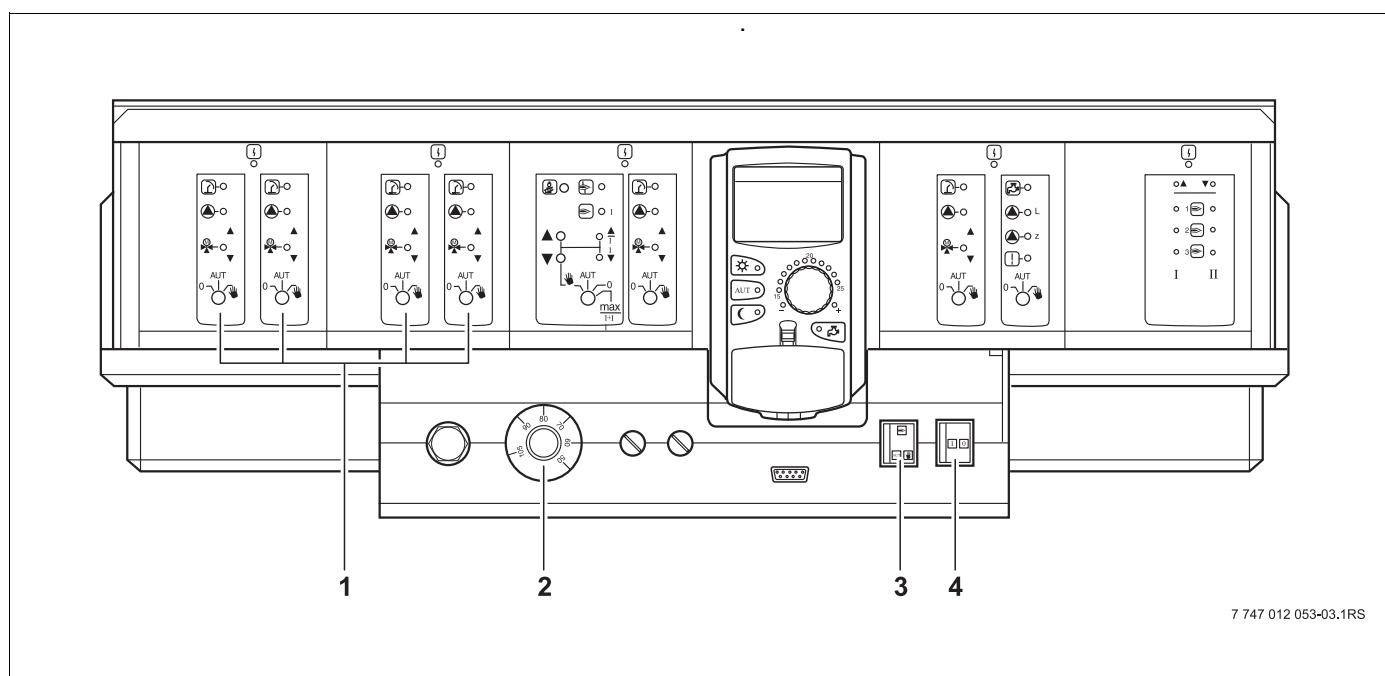

Рис. 26 Ручной режим отопления
- Чтобы обеспечить теплоснабжение при неисправности, нужно установить переключатели на модулях ( $\rightarrow$  Рис. 26) в положение .
- Установите регулятор температуры котловой воды ( $\rightarrow$  Рис. 26) на 60 °C – 90 °C, при прекращении приготовления горячей воды на 60 °C.